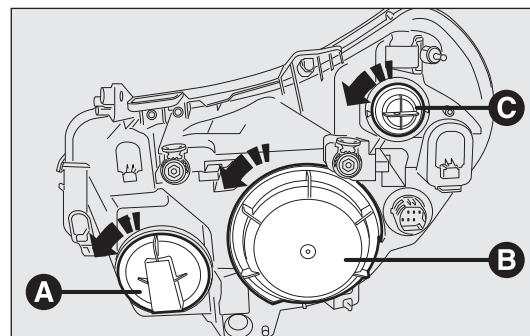

fig. 175
Per sostituire la lampada delle luci abbaglianti occorre rimuovere il tappo A-fig. 175.
Per sostituire la lampada delle luci anabbaglianti/posizione occorre rimuovere il tappo B-fig. 175.
Per sostituire la lampada degli indicatori di direzione occorre rimuovere il portalampada C-fig. 175.
- rimuovere il coperchio di protezione B-fig. 175 ruotando in senso antiorario;
- rimontare il coperchio di protezione B-fig. 175 ruotando in senso orario assicurandosi del corretto bloccaggio.
- ❑ rimuovere il coperchio di protezione A-fig. 175 ruotandolo in senso antiorario;
- ❑ rimontare il coperchio di protezione A-fig. 175 ruotandolo in senso orario assicurandosi del corretto bloccaggio.
- rimuovere il coperchio di protezione B-fig. 175 ruotandolo in senso antiorario;